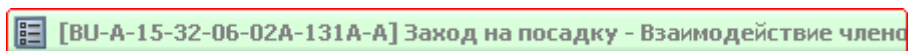

Рис. 13.1
4. Дайте модулю данных название, например «Заход на посадку – Взаимодействие членов экипажа при заходе на посадку», введите код (Рис. 13.1).